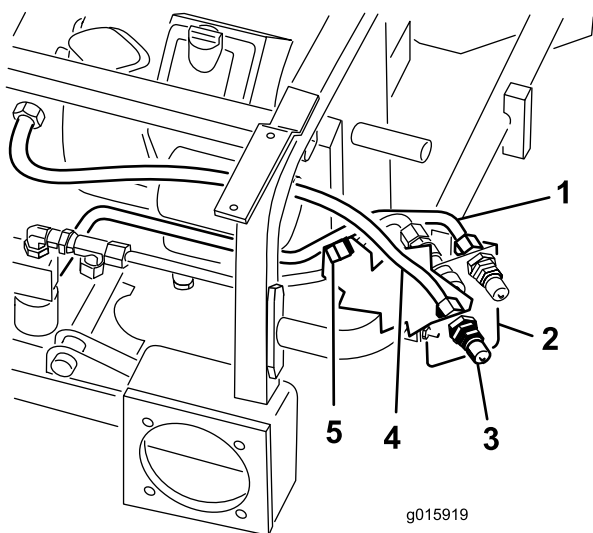

Figura 16
8. Instale sem apertar o tubo hidráulico número 5 no conector inferior macho (Figura 16). A outra extremidade deste tubo será instalada no Passo 10.